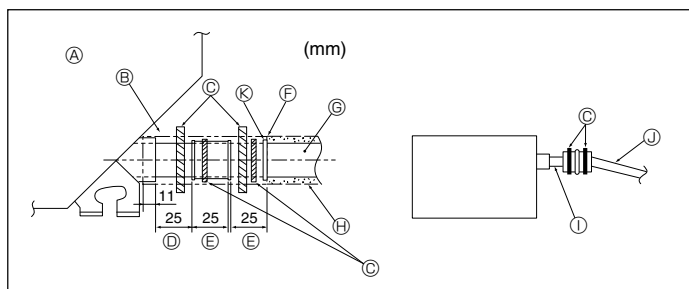

Fig. 5-2
1. Die Abblaßmuffe (mit der Anlage geliefert) an den Dränageauslaß anschließen. (Fig. 5-2) (Das Rohr mit PVC-Kleber ankleben und dann mit einem Band sichern.)